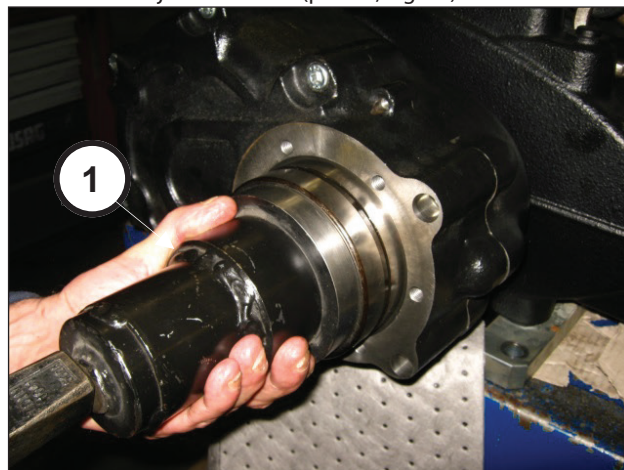
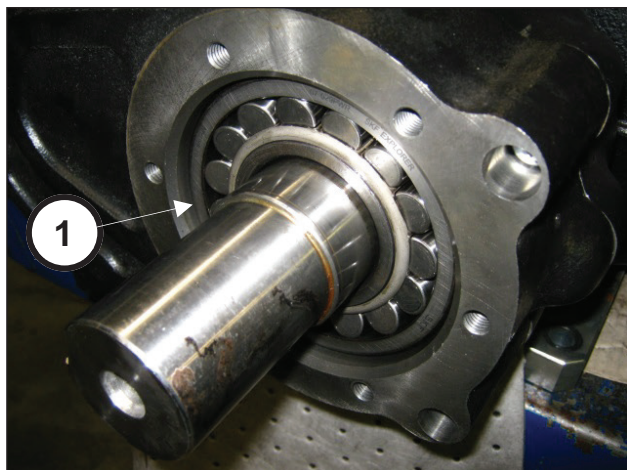

Fig. 88
Fig. 89
Utilizando la herramienta cód. 27884700 (pos. ①, Fig. 88) introducir el cojinete a fondo (pos. ①, Fig. 89).